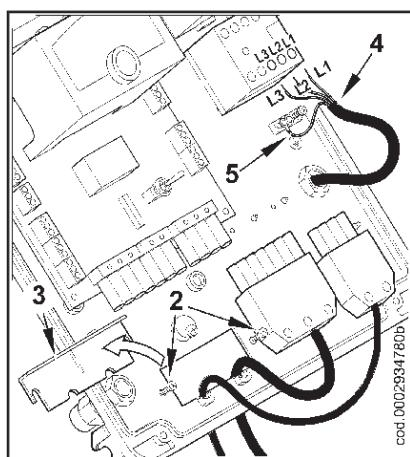

Рисунок 2
- 2) Ослабьте винты (2). После того, как Вы сняли кабельный зажим (3), пропустите через отверстие 7-штырьковый и 4-штырьковый разъёмы (см. рис. 2). Соедините питающие кабели (4) к дистанционному выключателю, закрепите заземляющий кабель (5) и затяните соответствующий хомут.
- 5) Для правильного расположения прозрачного окошка на щите поступайте в соответствии с рисунком 5: поместите крюки в соответствующие гнёзда (9), продвиньте окошко в направлении, указанном стрелкой, пока не услышите лёгкий щелчок. Теперь обеспечено должное уплотнение.